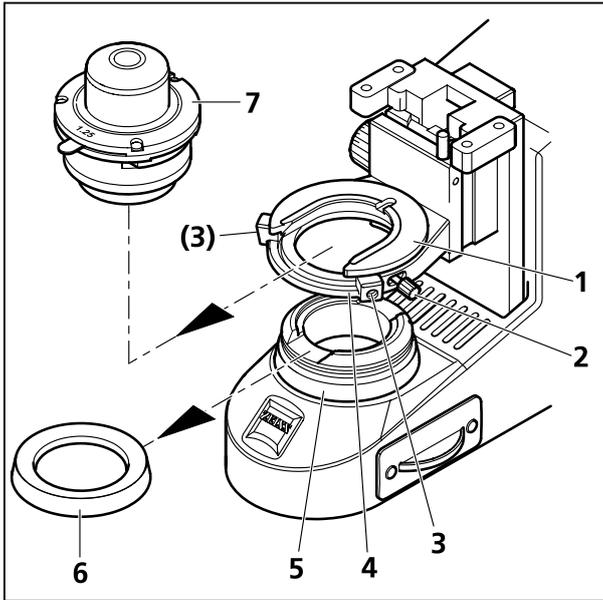
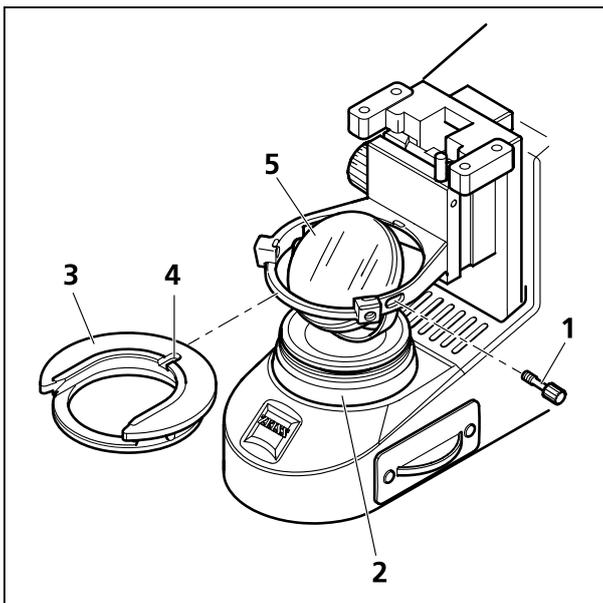

图15 拆装和安装聚光镜
图16 安装和拆卸反光镜
- 把盖罩(图 15/6)从视场光栏(图 15/5)上旋拧下来。
- 用内六角扳子松开聚光镜的固定螺丝(图 15/2)与聚光镜托架(图 15/4)的调节螺丝(图 15/3)，致使聚光镜(图 15/7)可被向前抽出，然后取出聚光镜(图 15/7)。
- 把固定螺丝(图 15/2 或图 16/1)从聚光镜托架嵌件(图 15/1 或图 16/3)拧出来。
- 聚光镜托架嵌件向后顶弹簧并斜向上从聚光镜托架中取出(图 15/4)。
- 把反方光镜(图 16/5)从上通过聚光镜托架口插入到视场光栏的保护套内缘孔(图 16/2)。注意反光镜要水平放置。
- 将反光镜(图 16/5)通过聚光镜托架口向上取出。
- 聚光镜托架嵌件(图 15/1 或图 16/3)微倾斜插入聚光镜托架口。此时向后顶弹簧并水平放置在聚光镜托架上。
- 把聚光镜固定螺丝(图 16/1)旋入聚光镜托架嵌件。
- 把聚光镜插入聚光镜托架嵌件内。此时注意聚光镜后部的定位螺丝要位于聚光镜托架嵌件的槽孔(图 16/4)内。
- 使用两个调中螺丝(图 15/3) 调整照亮的图像使之对称分布于视域边缘。